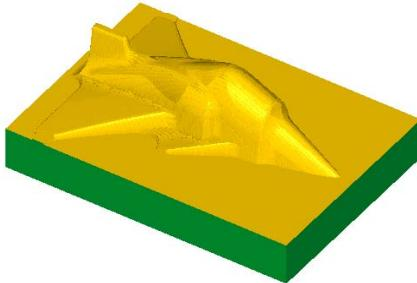

图 8-27 飞机模型
5. 在本书配套光盘中打开图 8-27 所示的飞机模型文件，进行刀具路径快速模拟操作。